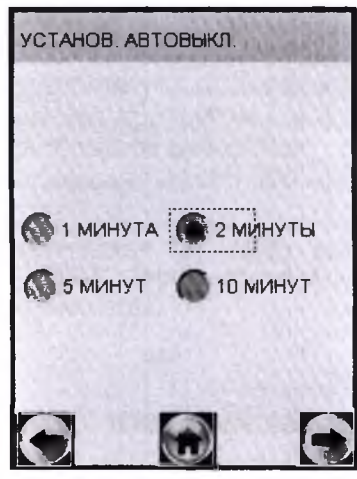

Рисунок 8 – Установка времени автоматического отключения
2.5.3.2 Для установки времени автоматического отключения в открывшемся окне «УСТАНОВКИ» выберите пункт «ВЫКЛ.» (рисунок 7), касаясь стилусом соответствующей иконки. На сенсорном экране появится окно «УСТАНОВ. АВТОВЫКЛ.» (рисунок 8).